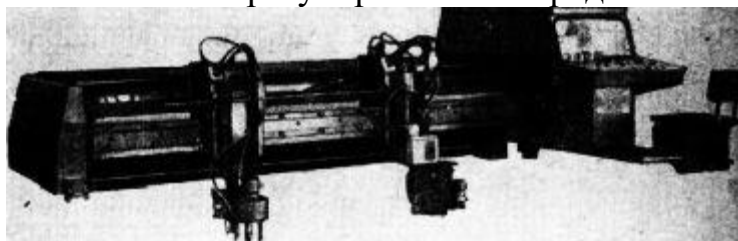
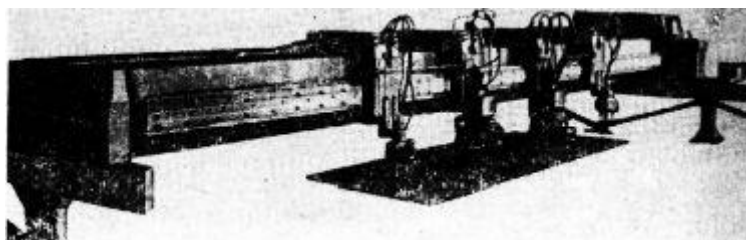

Рисунок 12. Газорезущая машина ЮГ-2, 5К1.6
Рисунок 13. Газорезущая машина «ЮГ-8К4»
**Машины «ЮГ-2,5К 1,6»** (см. рисунок 12); «ЮГ-5К4»; «ЮГ-8К4» (см. рисунок 13) однотипны по конструкции и отличаются друг от друга шириной обработки. Портал этих машин однотипен с порталом машин марки «Днепр».